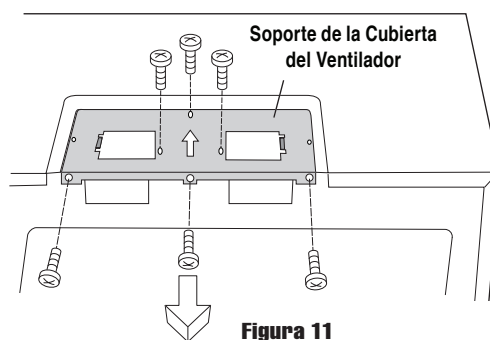

Figura 11
1. Retire y guarde 3 tornillos del borde posterior y 3 tornillos de la parte superior central de la cubierta del ventilador. Retire el soporte de la cubierta del ventilador deslizando en la dirección contraria de la flecha que aparece en el soporte, como se muestra en la Figura 11.